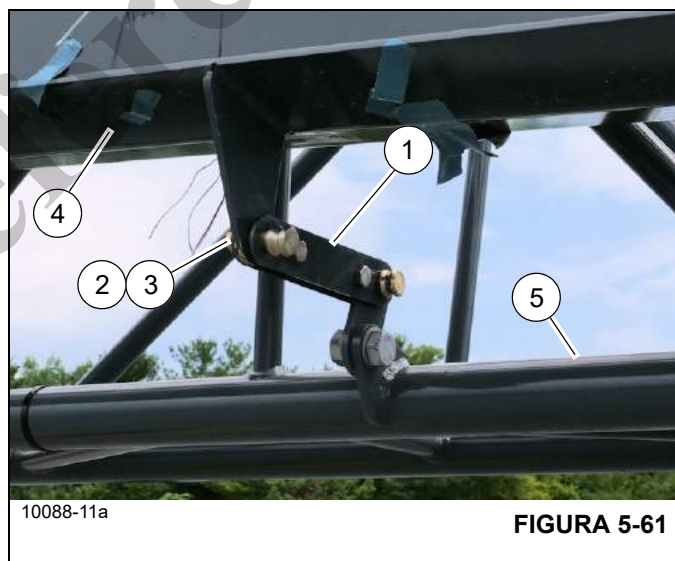

FIGURA 5-61
8. Prenda a seção volante (4, Figura 5-61) à seção da base de extensão da lança (5) usando o elo de conexão (1). Prenda o elo de conexão com o pino (3) e o grampo de retenção (2).
9. Destaque a seção volante da seção da base da extensão da lança removendo o grampo de retenção (2, Figura 5-61) e o pino (3) fixando o elo de conexão (1) à seção volante da extensão da lança (4).